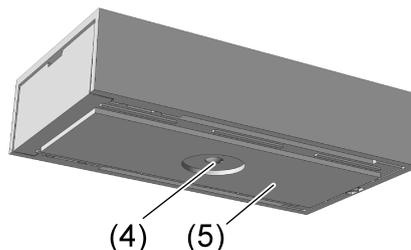

рисунок 5: Нижняя сторона корпуса с клейким ковриком
- Разместить клейкий коврик (5) на нижней стороне корпуса (рисунок 5). Для этого снять с одной стороны защитную пленку, наложить на нижнюю сторону корпуса датчика и плотно прижать. При этом нельзя заклеивать световод (4) для измерения яркости.